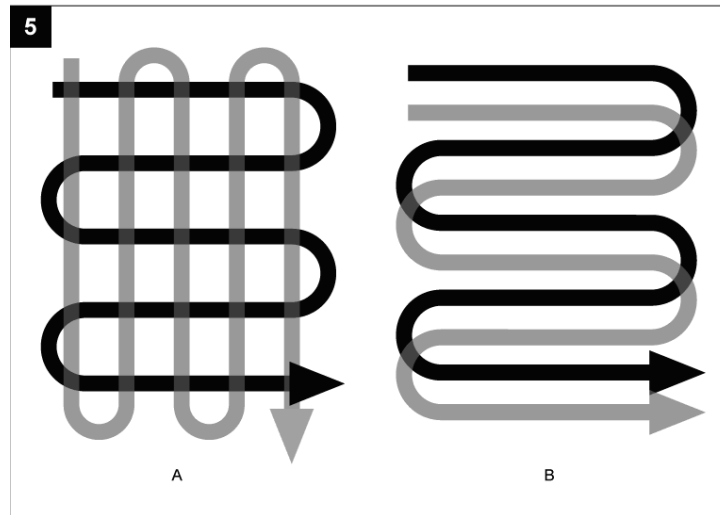

Fig. 4
- Pour préparer un terrain à l'ensemencement, il est recommandé de manœuvrer en suivant l'une des progressions de labourage représentées à la Fig. 4.